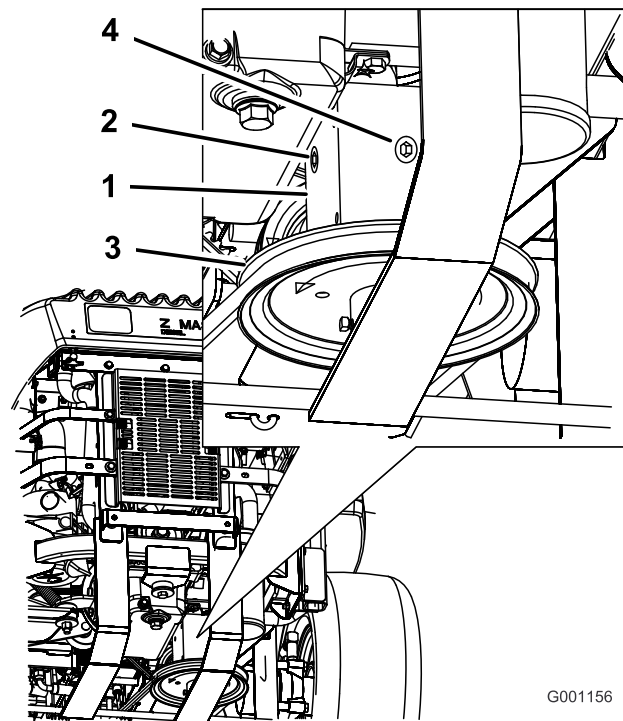

Figura 57
4. Retire el tapón lateral o trasero de la caja de engranajes. (Figura 57).